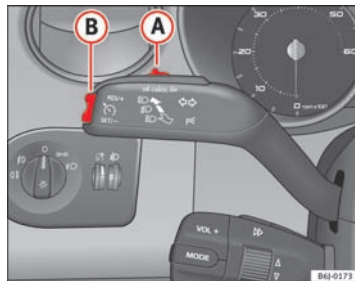

Fig. 114 Blink- og fjernlysarm: kontakt og vippeknop til fartpilot
- Tryk på den øverste del af vippeknappen **RES** ⇒ Fig. 114 **(A)** for at øge hastigheden. Når du holder vippeknappen inde, accelererer bilen. Når du slipper vippeknappen, bliver den nye hastighed gemt.
Når du reducerer den gemte hastighed ved at træde på bremsepedalen, bliver fartpiloten deaktiveret. Ved at trykke en enkelt gang på den øverste del af vippeknappen **RES+** ⇒ Fig. 114 (B) kan du aktivere fartpiloten igen.